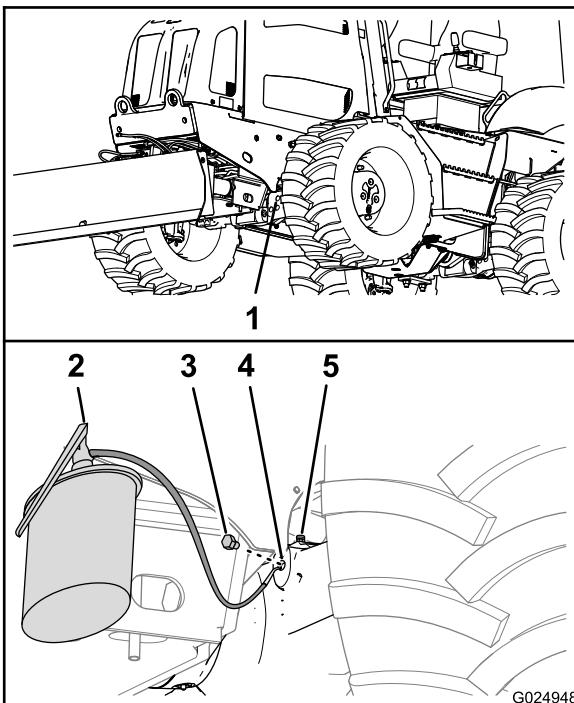
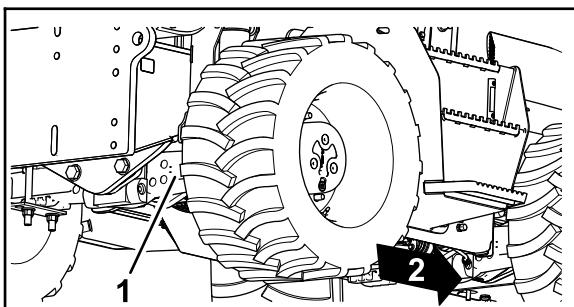

Figure 90
Figure 91
- Revissez les bouchons dans les orifices de vidange des cartes de pignons (Figure 90 et Figure 91).
- Versez l'huile spécifiée dans les ponts par l'orifice de contrôle, jusqu'à ce que le niveau atteigne les filets au bas de l'orifice (Figure 90 et Figure 91).
- Revissez les bouchons dans les orifices de contrôle des carters de pignons des ponts (Figure 90 et Figure 91).